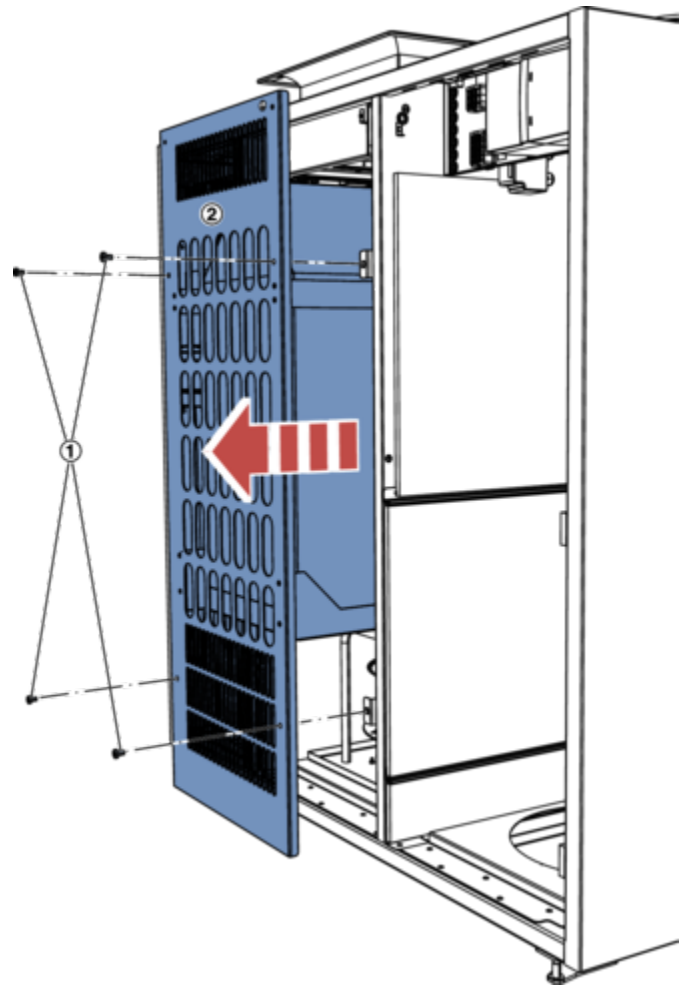

Abb. 13: Schutzgitter mit Schalldämpfer am Zuluft-Ventilator
- 7 ▶ Am Schutzgitter die vier Schrauben (Abb. 13 /1) lösen und das Gitter mit dem Schalldämpfer (Abb. 13 /2) nach vorne herausziehen. Erdungsstecker vom Gitter lösen ⊕